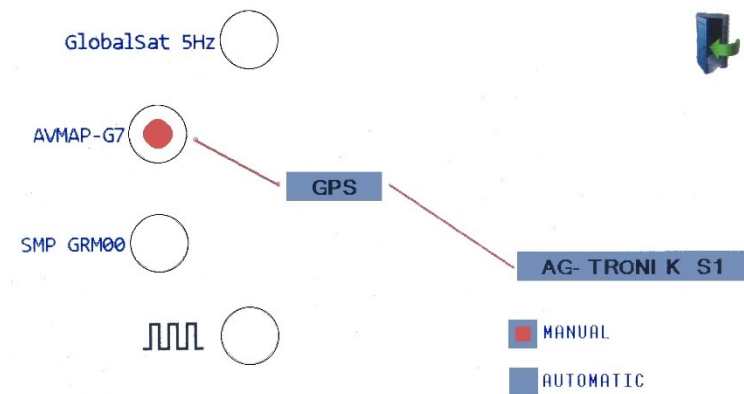
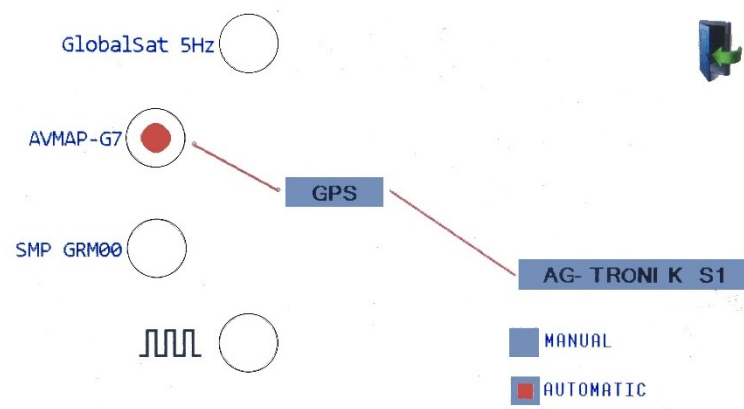

Bild 28
Bild 29
- Bild 28 und Bild 29).
MANUAL: diesen Modus nur dann benutzen, wenn Sie die Spritze selbst bedienen und möchten, dass GPS die bespritzte Fläche verzeichnet (Bild 28). Das Symbol für Verbindungen im Hauptmenü (Bild 10) wird gelb.
AUTOMATIC: die Kontrolle und die Bedienung von AG-TRONIK übernimmt die GPS-Anlage, welche die Bedienung einzelner Sektionen der Spritze steuert (Bild 29). Das Symbol für Verbindungen im Hauptmenü (Bild 10) wird grün.